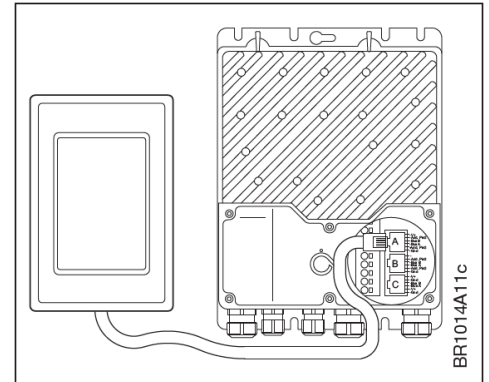

Fig. 4-1: Anslutning av handterminal HMI-35T till NI-DV
- NI-DV kan via Modbus (RJ12-uttag "A", se fig. 4-1) anslutas till en handterminal (H-Term eller ersättaren HMI-35T med pekskärm).